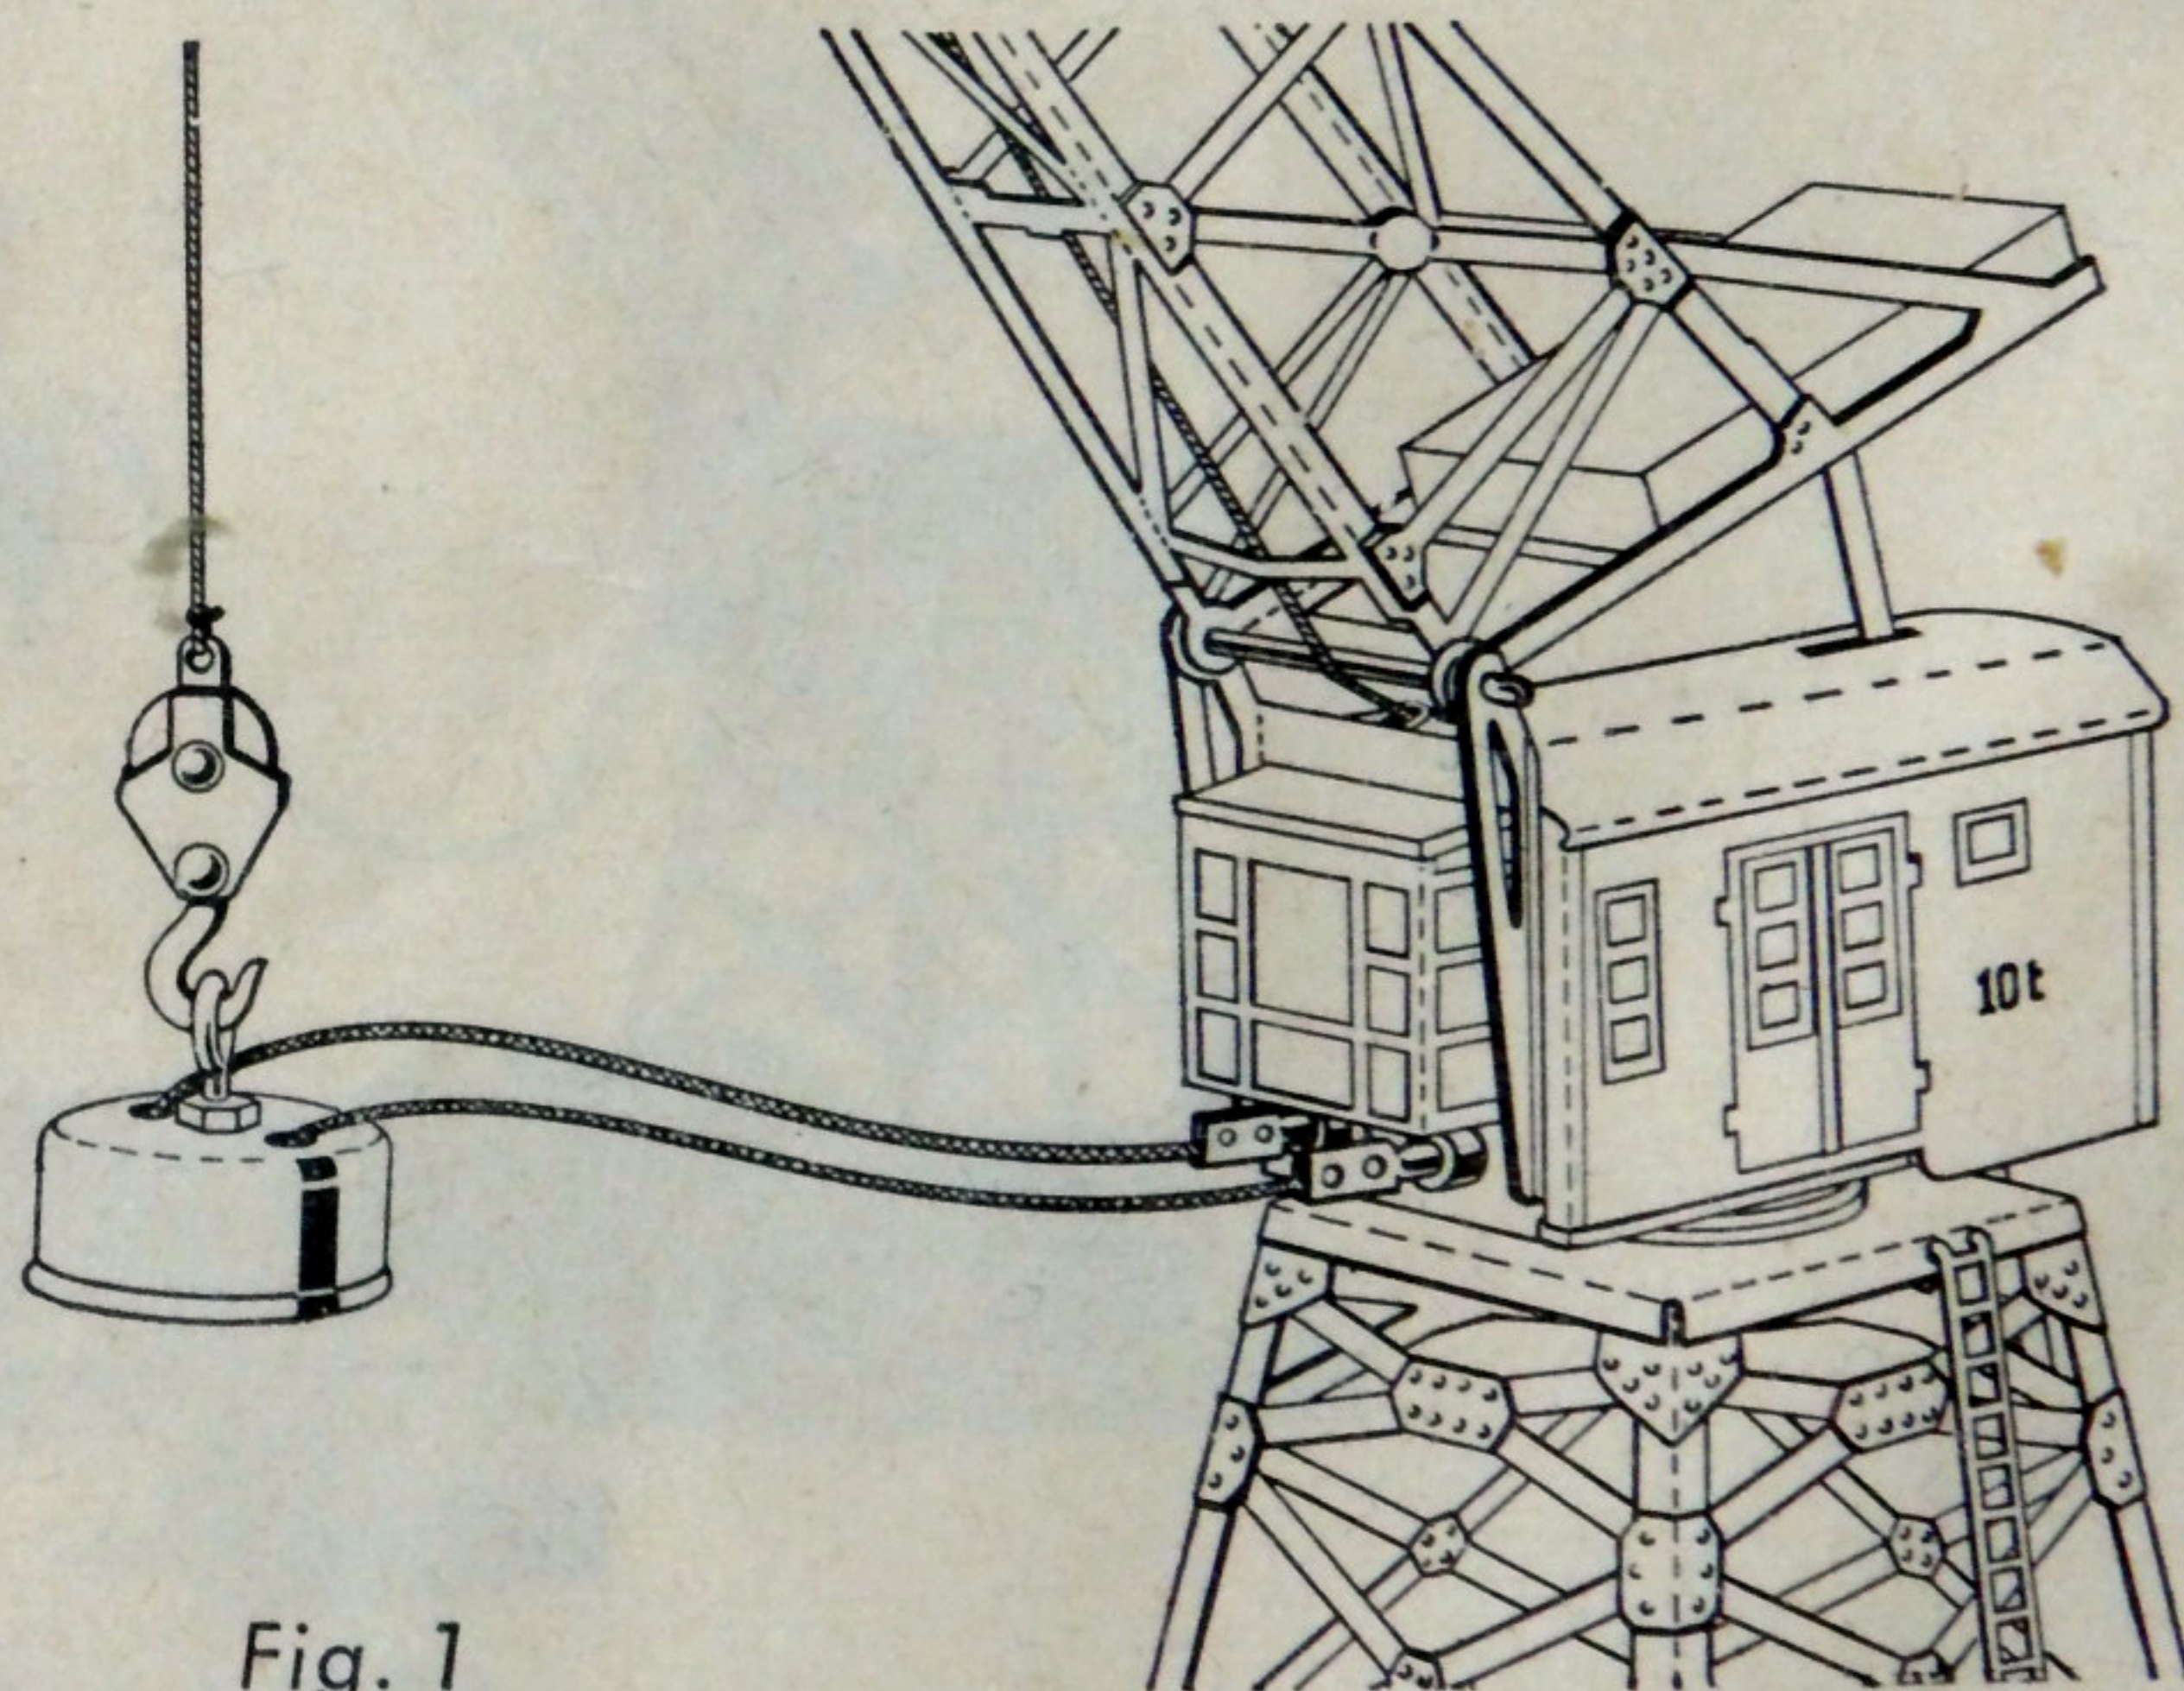
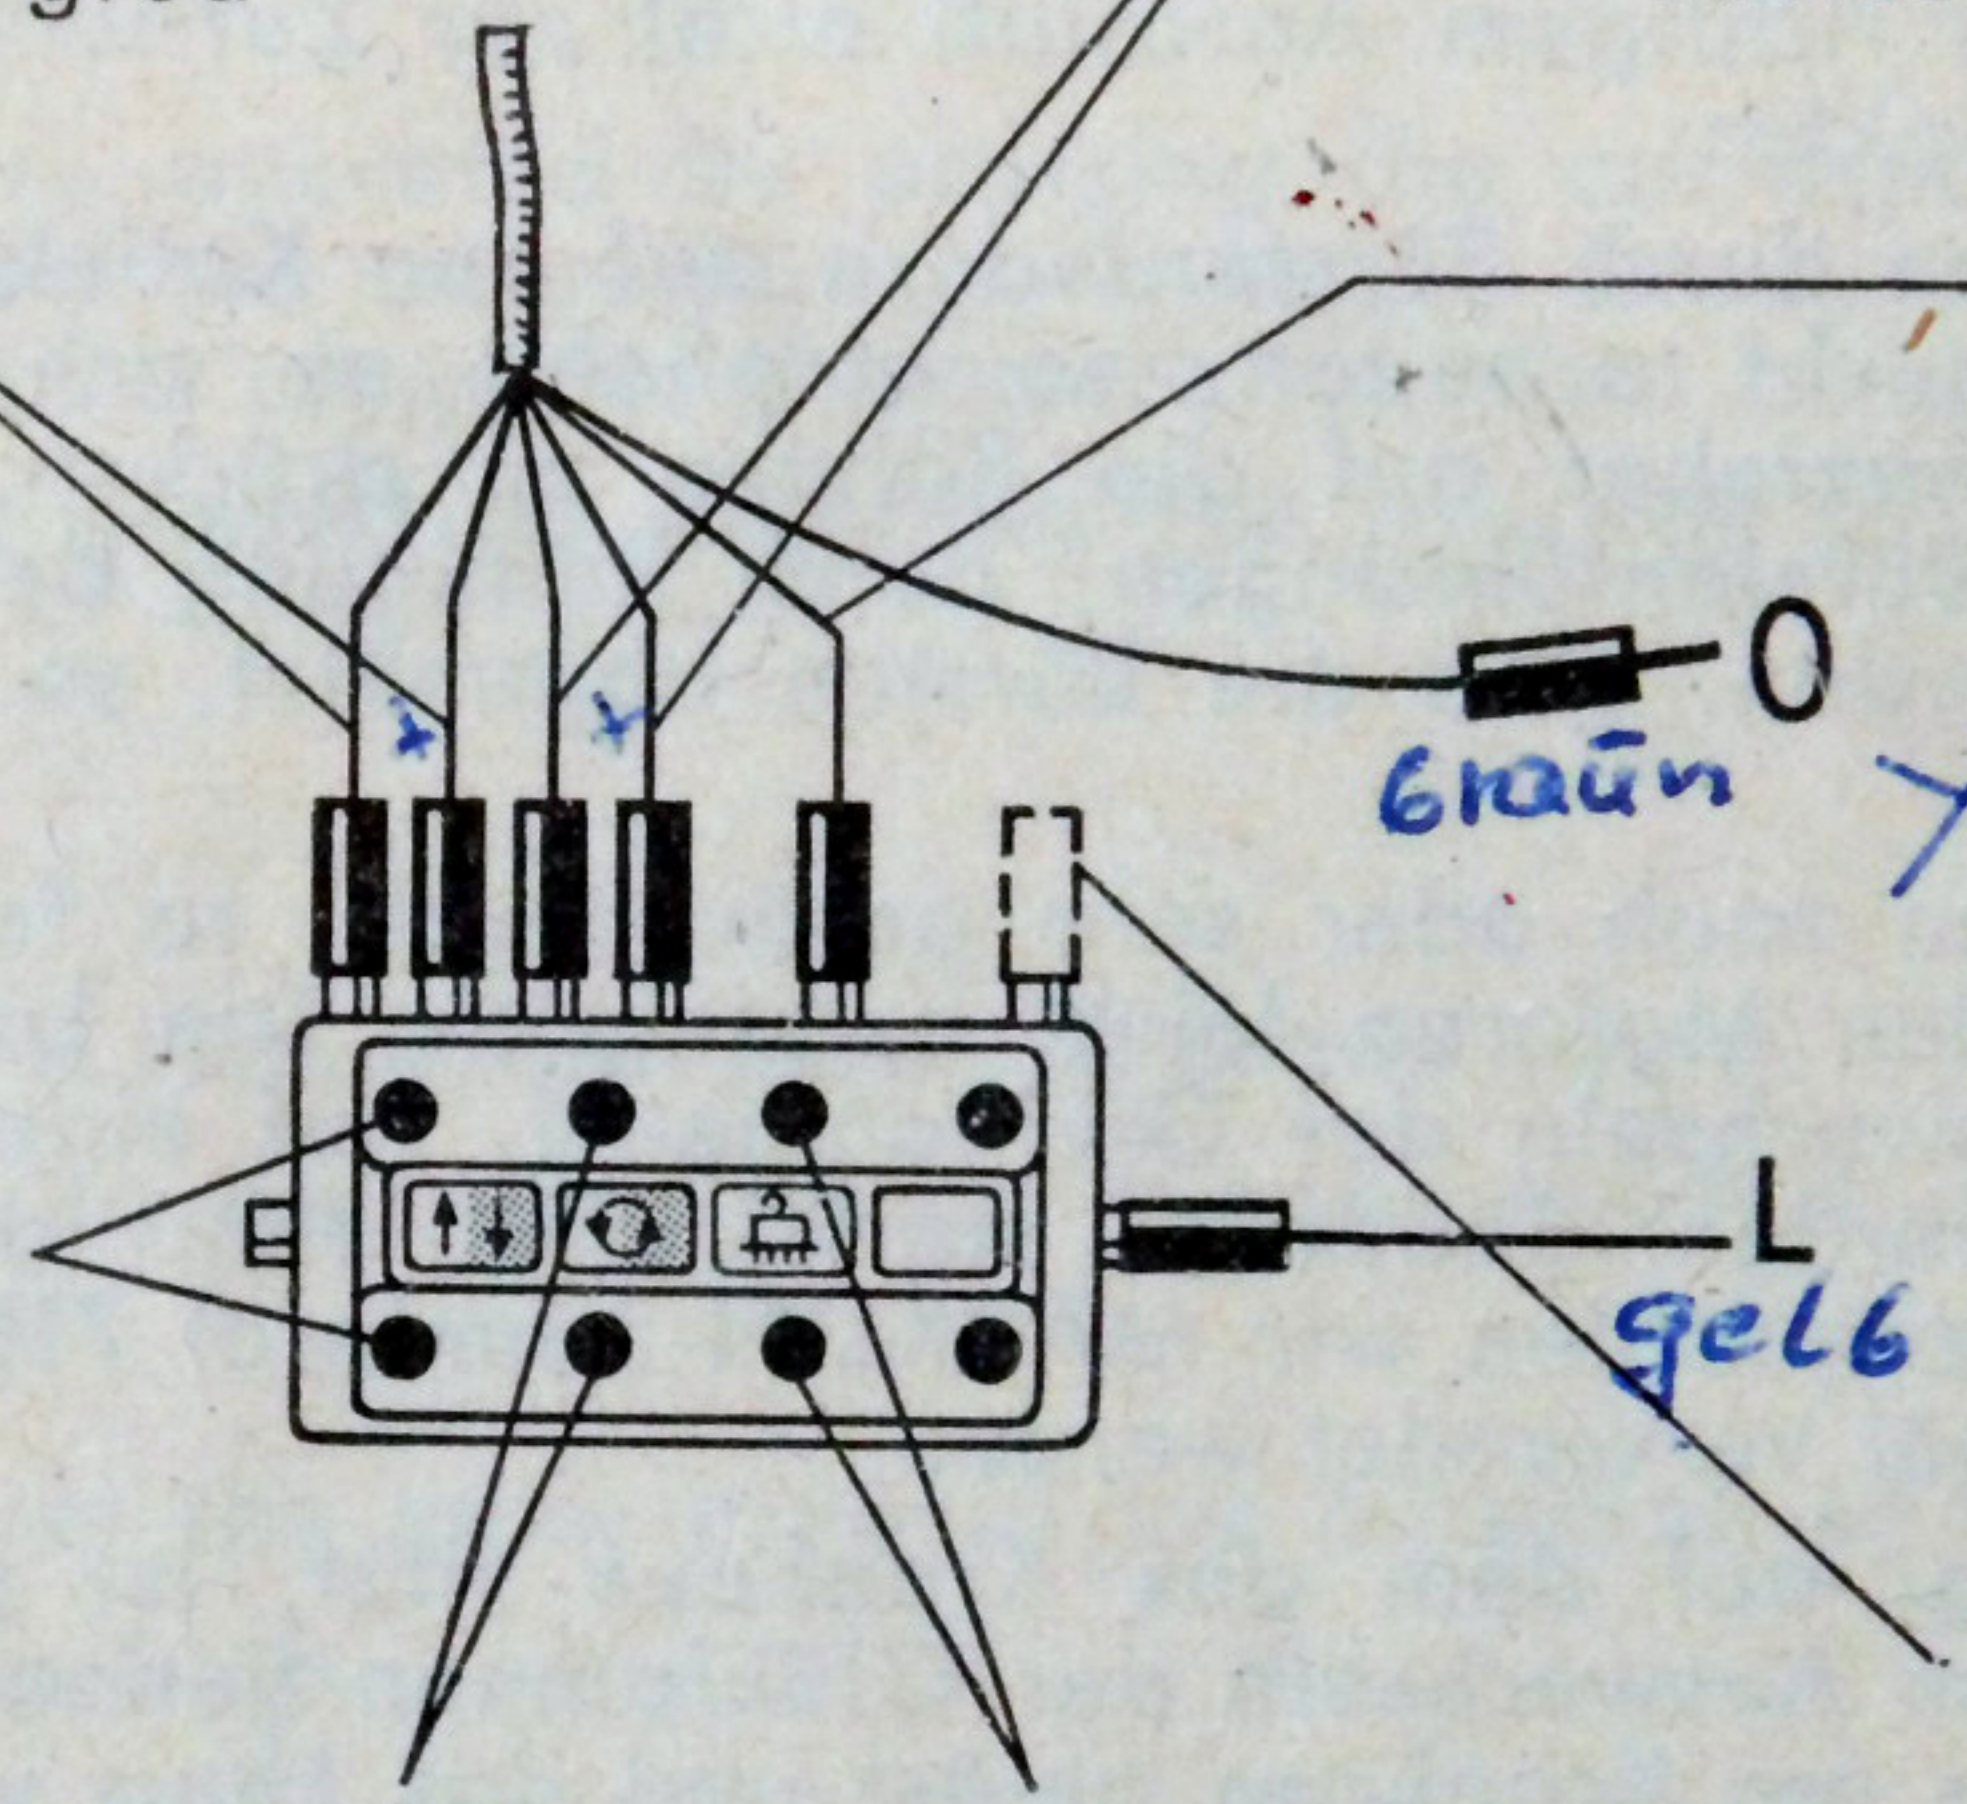

Fig. 1
Fig. 2
**Anschluß.** Das dem Kran beigegebene kombinierte Stell- und Schaltpult wird gemäß Figur 2 einerseits mit der Buchse L des MÄRKLIN-Transformators, andererseits mit den Kabeladern des Krans verbunden. Bei Verwendung des Hebemagnets sind dessen Kabel in die Buchsen am Kranhaus einzuführen (Fig. 1). Magnet nicht dauernd unter Strom lassen.
**Connecting.** The combined control panel and switchboard supplied with the crane is connected as shown in fig. 2 – on the one side, to the socket L on the MÄRKLIN transformer, and on the
other side, to the cable conductors of the crane. To use the lifting magnet, plug its cable into the sockets on the crane cabin (fig. 1). Do not leave the magnet current switched on all the time. If the control panel is to be fixed to a wooden base, take out the two screws in the holes drilled diagonally opposite to one another and replace by the two long wood screws supplied with the control panel.
**Branchement.** Le pupitre de commande joint à la grue est à brancher, conformément à la figure 2, à la prise L du transformateur Märklin d'une part et d'autre part aux câbles de la grue. Si on se sert de l'électro-aimant, il faut brancher les câbles de celui-ci dans les fiches situées sur la cabine (figure 1). Nous recommandons de ne pas laisser trop longtemps le courant d'excitation de l'électro-aimant. Pour fixer le pupitre sur un support en bois il suffit de retirer les deux vis diagonalement opposées correspondant aux trous percés de part en part. Remplacer ces vis par les deux vis plus longues jointes.
**Conexión.** El pupitre combinado de graduación y maniobra, adjuntado a la grúa, se une, como se desprende de la fig. 2, por una parte al enchufe L del transformador MÄRKLIN, y por otra, al cable de varios conductores de la grúa. Al emplear el imán de elevación, el extremo de su cable debe introducirse en el enchufe de la grúa (fig. 1). No se mantenga constantemente bajo tensión el imán.
**Raccordo.** La tastiera di comando viene unita alla gru da una parte con la boccola L del trasformatore MÄRKLIN e dall'altra con il cavo multiplo della gru come alla fig. 2. Per l'impiego del magnete di sollevamento inserire i suoi cavi nelle boccole della cabina della gru (fig. 1). Non lasciare il magnete troppo a lungo sotto tensione.
**Anslutning.** Den bifogade kombinerade ställ- och kopplingspulten anslutes till MÄRKLIN-trafons gula uttag. Kablarna från kranen anslutes till pultens motsvarande uttag (se fig. 2). Lyftmagnetens kablar anslutes till uttagen på kranhuset (se fig. 1). Magnetten får icke vara långvarigt inkopplad.
**Tilslutning.** Den med kranen følgende kombinerede stille- og kontaktpult forbindes som vist på fig. 2., den ene side til L-bøsning på MÄRKLIN-transformatoren, den anden side til kranens ledningsforgreninger. Ved brug af løftemagneten må dennes ledning indføres i kranhuset (fig. 1). Magneten må ikke være permanent strømforbundet.